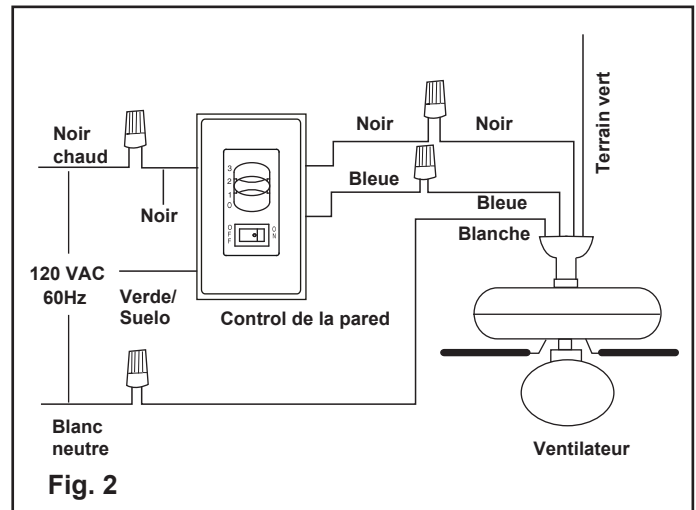

Fig. 2
- Effectuez les connexions de fils (Figure 2) et fixez-les avec les serre-fils fournis